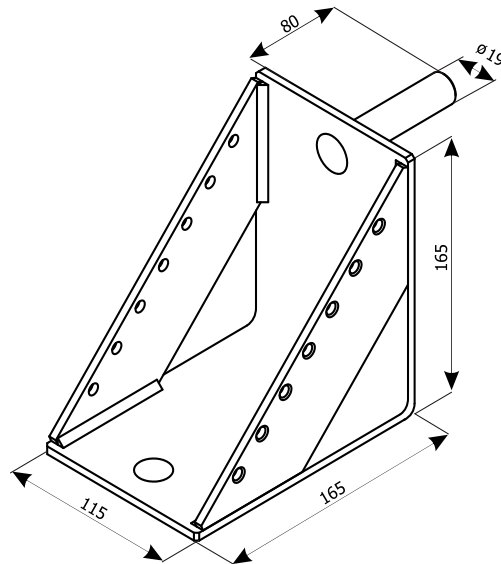

Abb. 20. Arbeitsbühnenhalter
1.3.18. Arbeitsbühnenhalter (Abb. 20)